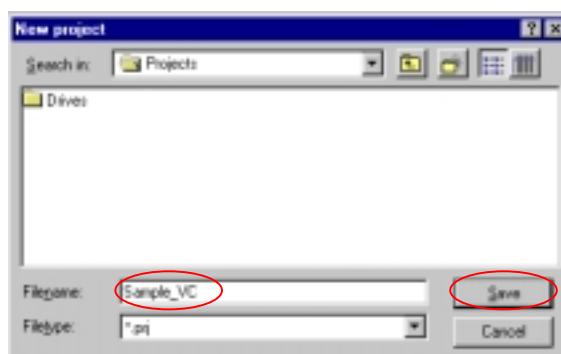

图 5-9 用于建立一个项目的表
- ◆ 此后，输入一个项目名，但不得使用在下列表中(图 5-9)在文件框中的“Filename”且用 *Save* 按钮存储项目。